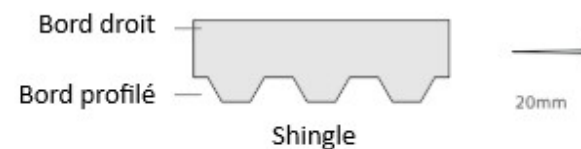

Fig.14a
- i. Commencez par un angle en face avant de la cabine. Placez la première feuille à l'envers alignée sur le bord du toit, la dernière feuille doit déborder à l'arrière du toit (Fig.14a).